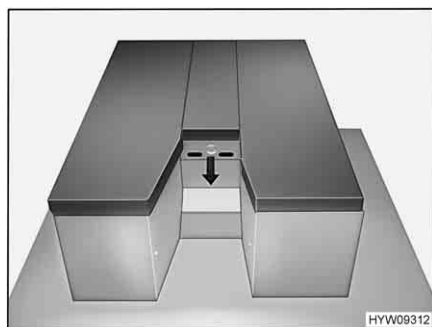

Fig. 78 Apertura del diaframma
- Premere il bottone a pressione e aprire il diaframma (Fig. 78).